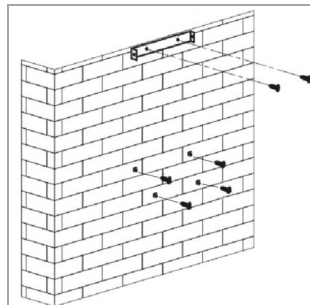

Fig. 2
**Pour le mode d'extraction :** Fixez un tuyau d'évacuation flexible (inclus dans la livraison) d'un diamètre intérieur de 150 mm sur la pièce de raccordement (canal d'évacuation d'air). Fixez le tuyau avec le serre-câble [Fig. 2].